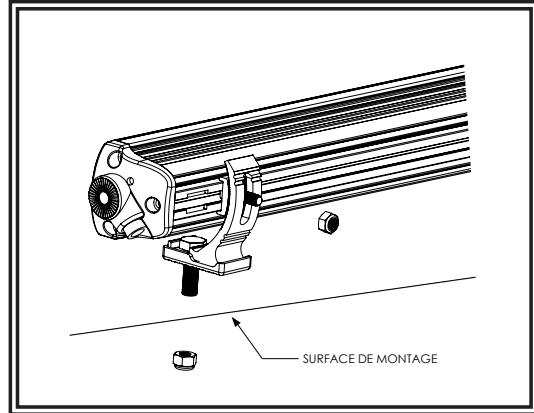

Figure 1
1. Insérer les deux petits boulons à tête hexagonale dans le canal arrière de la barre. Fixer sans serrer les supports à l'arrière de la barre, comme indiqué en FIGURE 1.
- Setzen Sie die beiden kleineren Sechskantschrauben in den hinteren Kanal der Leiste ein. Befestigen Sie die Halterungen lose an der Rückseite der Leiste, wie in ABBILDUNG 1 dargestellt.